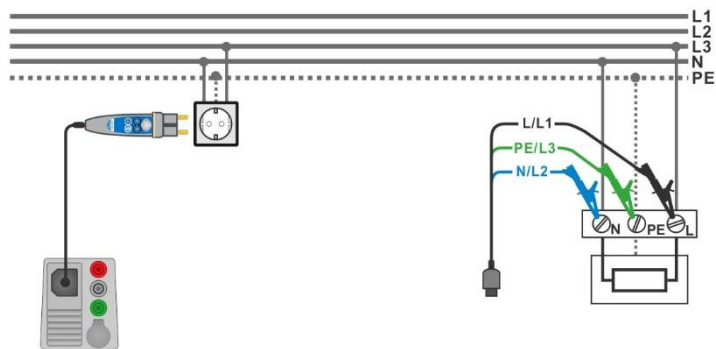

Figura 7.38: Conexión de la Clavija Commander y una punta de prueba de tres hilos
- › Conecte las puntas de prueba de 3 hilos o la Clavija Commander al objeto a prueba (vea la **Figura 7.38**).